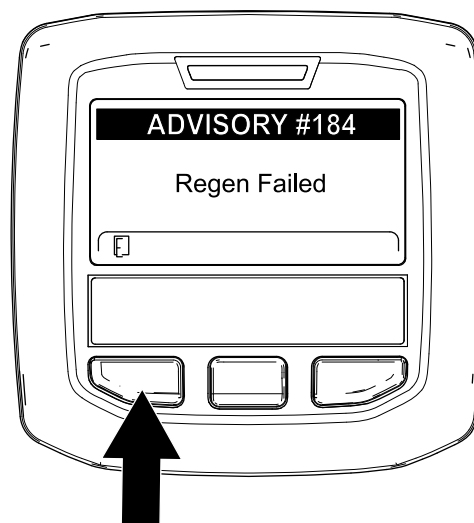

Figure 97
**Remarque:** Si la régénération échoue, l'InfoCenter affiche Advisory #184 (avis n° 184) (Figure 97). Appuyez sur le bouton gauche pour quitter l'écran d'accueil.